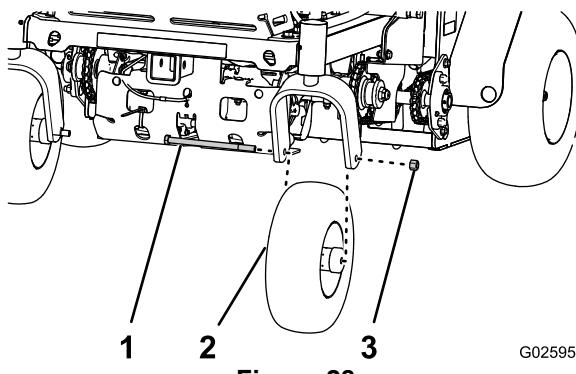

Figure 28
3. Retirez l'écrou et le boulon de roue, et déposez la roue pivotante de la fourche (Figure 28).
1. Placez le trou dans l'arbre de la roue pivotante entre les trous de la fourche (Figure 28).
2. Fixez la roue à la fourche au moyen de l'écrou et du boulon (Figure 28) que vous avez retiré à l'opération 3 de Dépose des roues pivotantes (page 31).